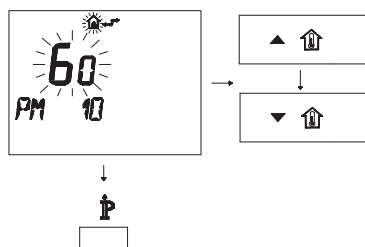

Figura 5.56
- Per modificare il SET programmato agire sui pulsanti ▲  o ▼  e aspettare che il numero programmato cominci a lampeggiare (Figura 5.56).